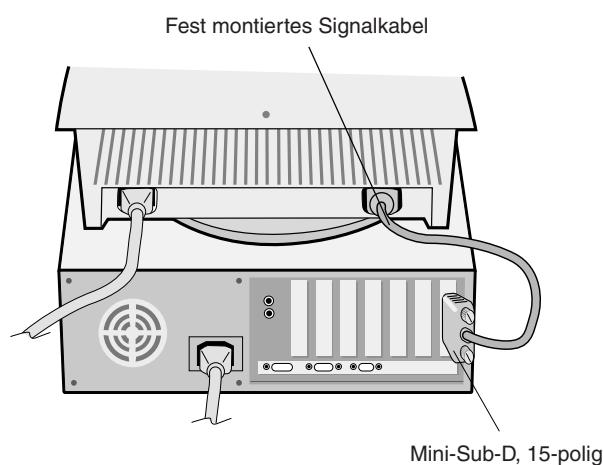

Abbildung A.1
3. **PC:** Verbinden Sie den 15-poligen Mini-Sub-D-Stecker des fest montierten Signalkabels mit dem Anschluss der Grafikkarte in Ihrem System (**Abbildung A.1**). Ziehen Sie alle Schrauben an.